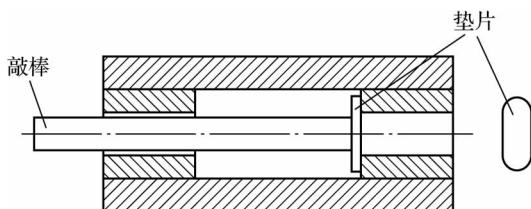

图 7-9 用矩形垫片和敲棒拆卸
(2) 用矩形垫片和敲棒拆卸。如图 7-9 所示，制作一个矩形的垫片，其宽度应能进入轴承或轴套的内孔中，长度必须大于内孔孔径，然后通过另一端插入敲棒，轻轻